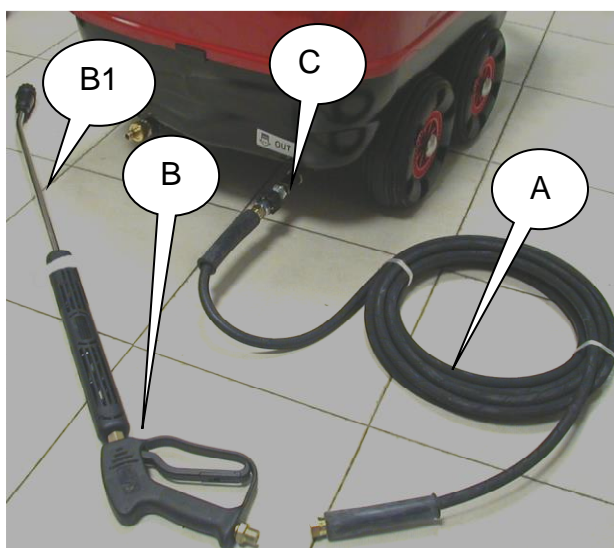

Fig.4
La macchina che vi apprestate ad utilizzare vi darà il massimo delle prestazioni se sarà installata osservando attentamente le nostre istruzioni. Prima di mettere in funzione la macchina, assicurarsi che sia perfettamente orizzontale sul piano d'appoggio. Collegare il tubo ad alta pressione **A** alla pistola **B** e con l'altro capo del tubo, al raccordo di mandata, serrando a fondo la ghiera di fissaggio **C** (vedi fig. 4). Collegare la lancia **B1** alla pistola **B**.
Al termine del lavoro e dopo aver scaricato la pressione residua del tubo, aver inserito la sicura nella pistola vedi fig. 4 pos.1 e 2, riavvolgere il cavo elettrico ed il tubo alta pressione in modo da non danneggiarli. Alloggiare l'idropulitrice in un luogo riparato dal gelo e dalla possibilità di utilizzo da parte di persone non autorizzate.